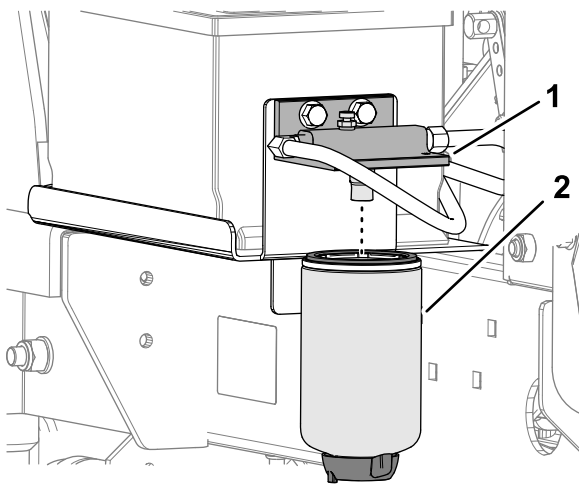

Bild 69
3. Stellen Sie einen sauberen Behälter unter die Kraftstofffilterglocke (Bild 69).
7. Reinigen Sie den Bereich um den Kraftstofffilter und den Kraftstofffilterkopf (Bild 69).
- Entfernen Sie die Filterglocke und reinigen Sie den Filterkopf (Bild 69).